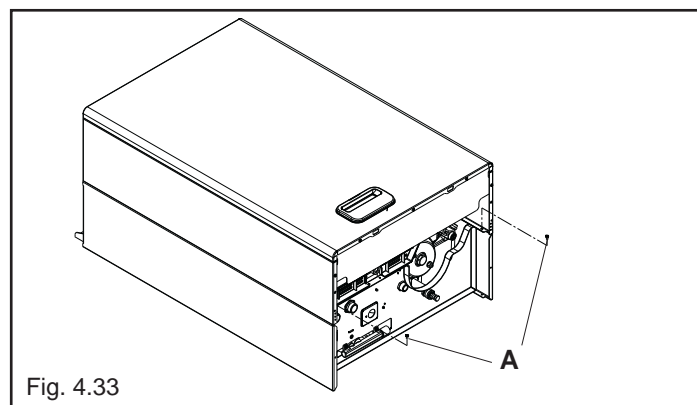

Fig. 4.33
- Togliere il mantello svitando le viti (A) (fig. 4.33)